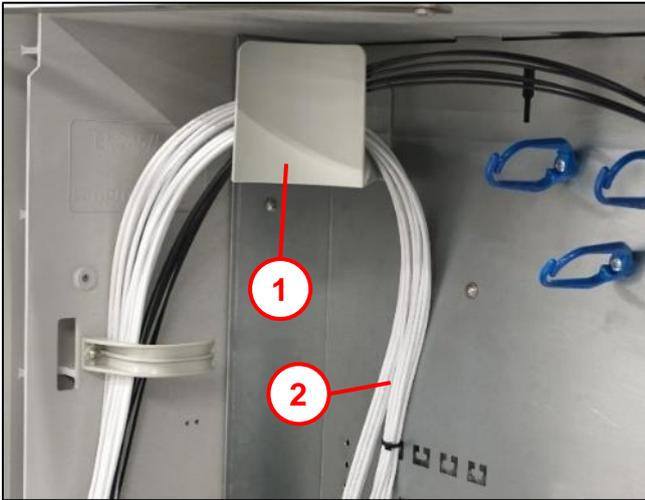
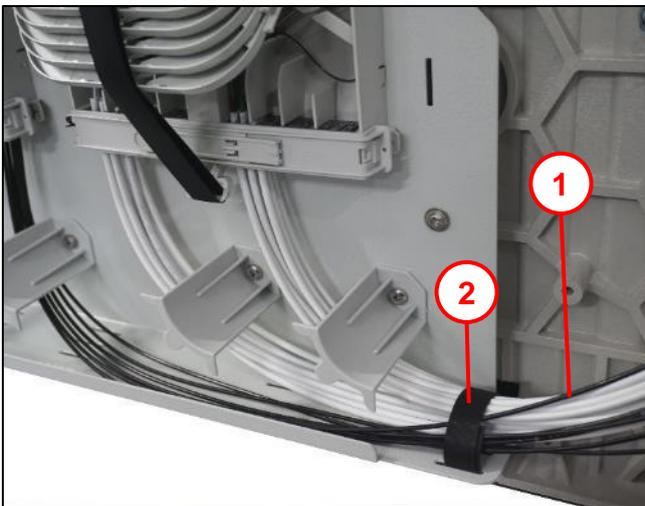

Abb. 17
Abb. 18
- Schutzschläuche **(4)** ablängen von 5mm unterhalb der Zugbügel **(5)** bis zur vorgeschriebenen Länge im UFMS (Kapitel 11) führen (siehe auch Abb. 17 und Abb. 18).